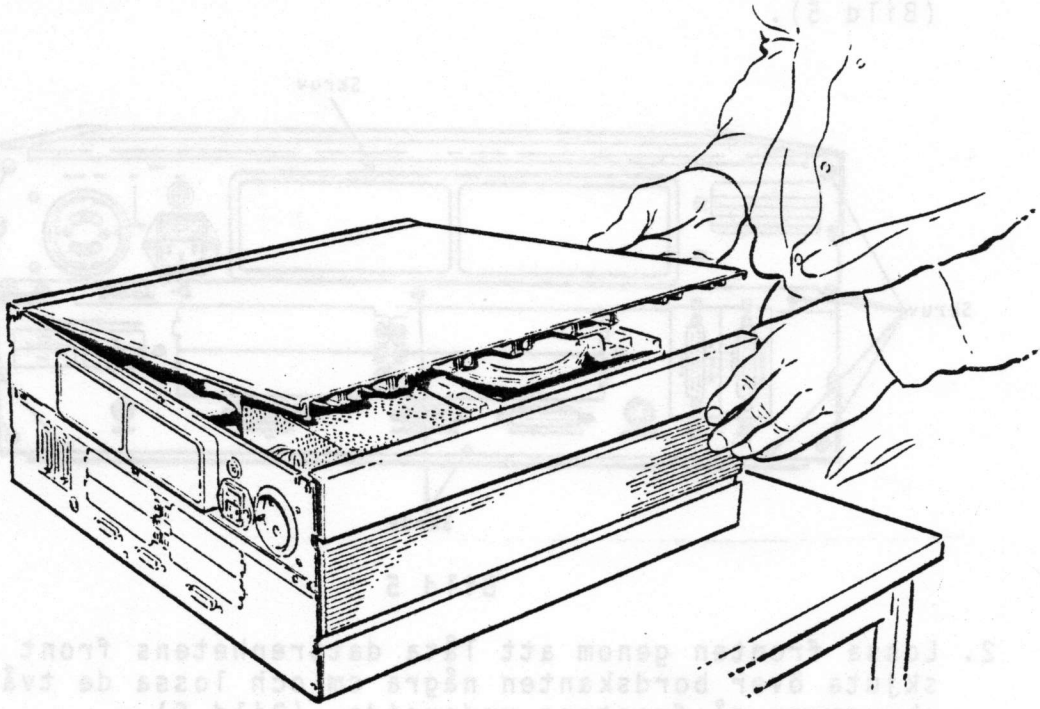

Bild 7
4. Datorenhetens gavlar kan nu skjutas lätt isär och locket demonteras. (Bild 7)